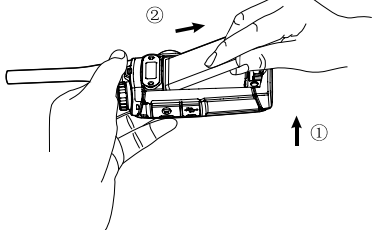

图4
- ① 请先关闭对讲机。然后按照“安装电池”中的步骤1拆卸电池盖。
- ② 握住对讲机主体上部，用手指从电池底部的扣位缺口处沿箭头①所示向上提起 电池，沿箭头②所示方向取出电池。如图4所示。